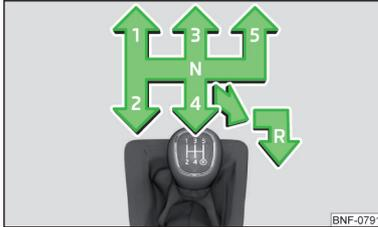

Abb. 121
Auf dem Schalthebel ist das Schaltschema für die einzelnen Gangstellungen dargestellt » Abb. 121.
- Den Schalthebel nach unten drücken, völlig nach rechts und dann nach hinten in **R**-Stellung stellen » Abb. 121.